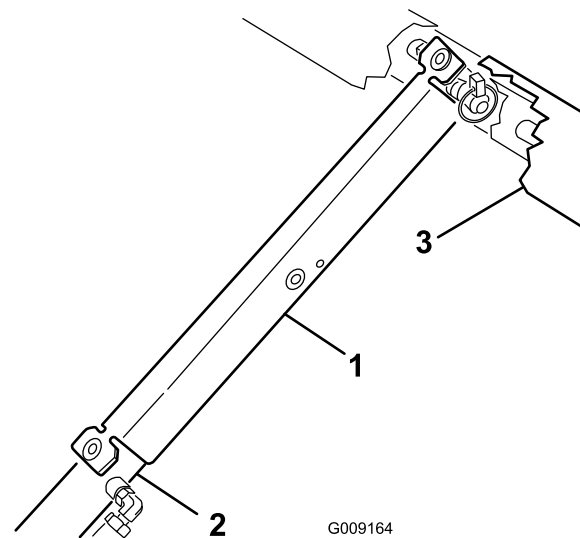

Рисунок 29
3. Поместите опору кузова на шток гидроцилиндра, проследив за тем, чтобы концевые лепестки опоры опирались на торец корпуса гидроцилиндра и торец штока гидроцилиндра (Рисунок 29).